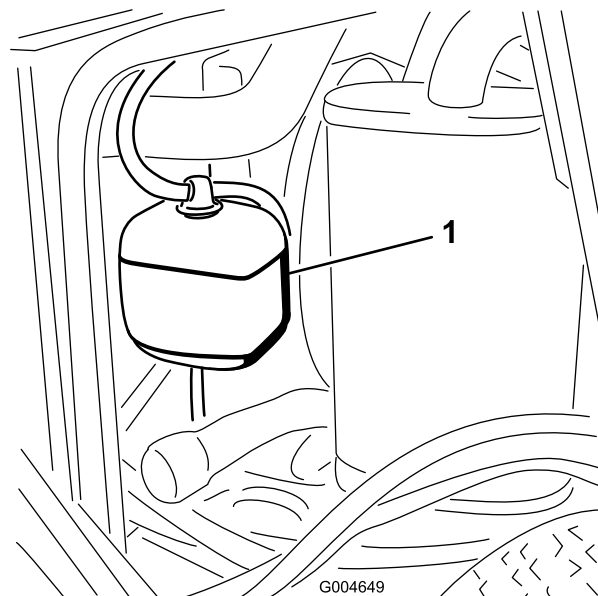

Figure 49
1. Vérifiez le niveau du liquide de refroidissement dans le vase d'expansion (Figure 49). Il doit se situer entre les repères qui figurent sur le côté du réservoir.